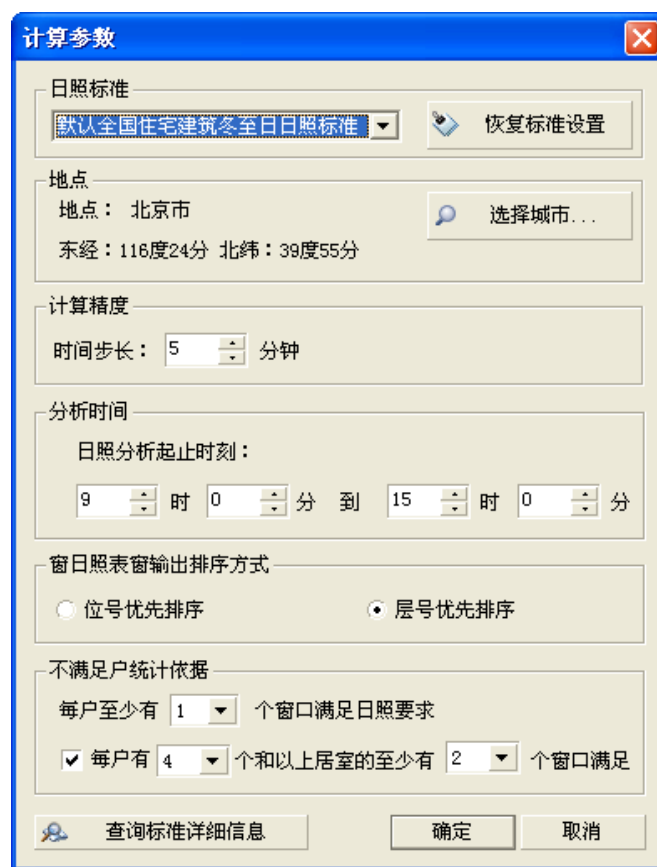

图 15-23
(1)、选择“日照分析/窗日照分析”功能。弹出图 15-23 对话框；